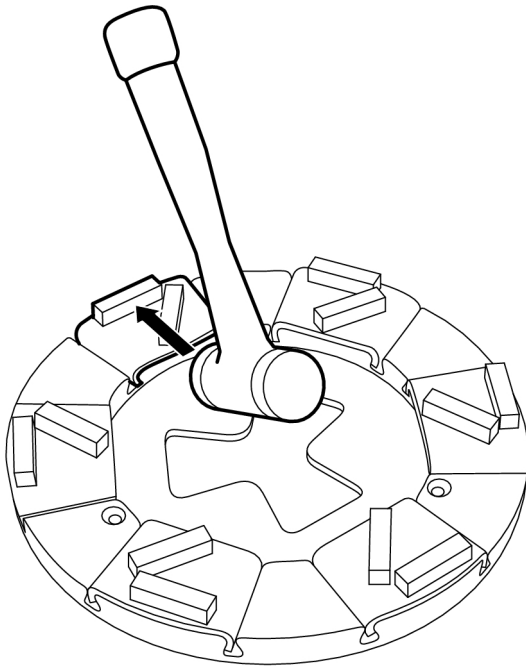

Figura 4-14. Rimozione dell'utensile di levigatura
2. Bloccare l'utensile di levigatura nel portautensile battendo qualche colpo con un martello, vedere Figura 4-14, pagina 26.
3. Bloccare l'utensile di levigatura nel portautensile battendo qualche colpo con un martello, vedere Figura 4-14, pagina 26.